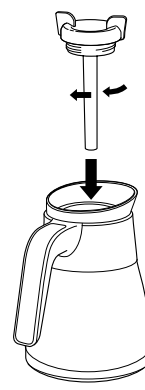
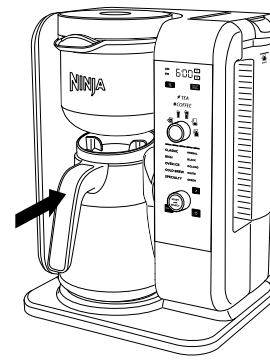

Fig. 7
Fig. 8
- 3 Gire la tapa del filtro de la jarra hacia la derecha en la jarra para que quede fija en su lugar (Fig. 7) y centre la jarra debajo de la gaveta del portafiltro (Fig. 8).